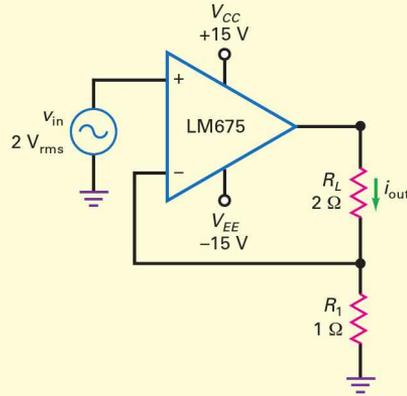

Figure 17.11
D'après la figure 17.11, que vaut le courant de charge ? La puissance dans la charge ? Que se passe-t-il si la résistance de charge devient égale à 4Ω ?
17.7 Avez-vous compris ? Reprendre la figure 17.11, faire passer la tension d'entrée à 3 V_{eff} et calculer i_{out} et P_L .